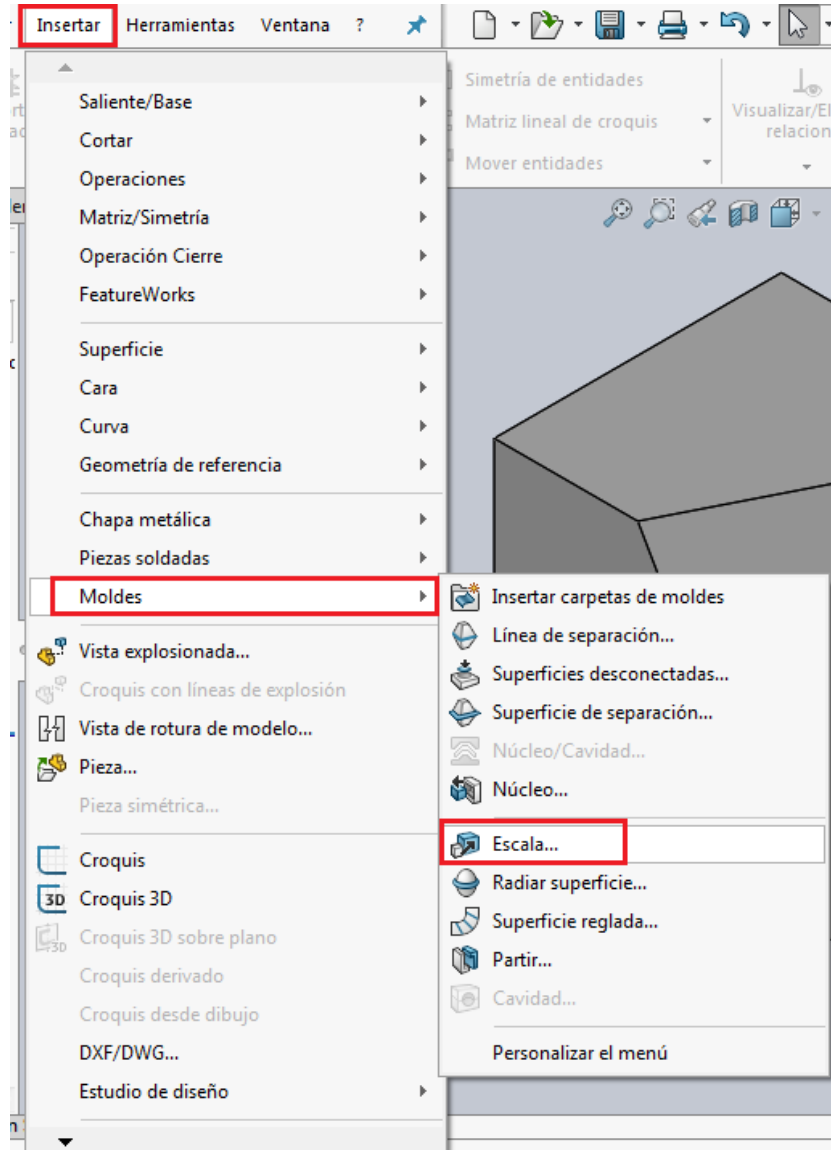

Ilustración 145
Paso 1: Con la figura anterior se da clic en **Insertar**, **Moldes** y finalmente **Escala** (ver ilustración 145)